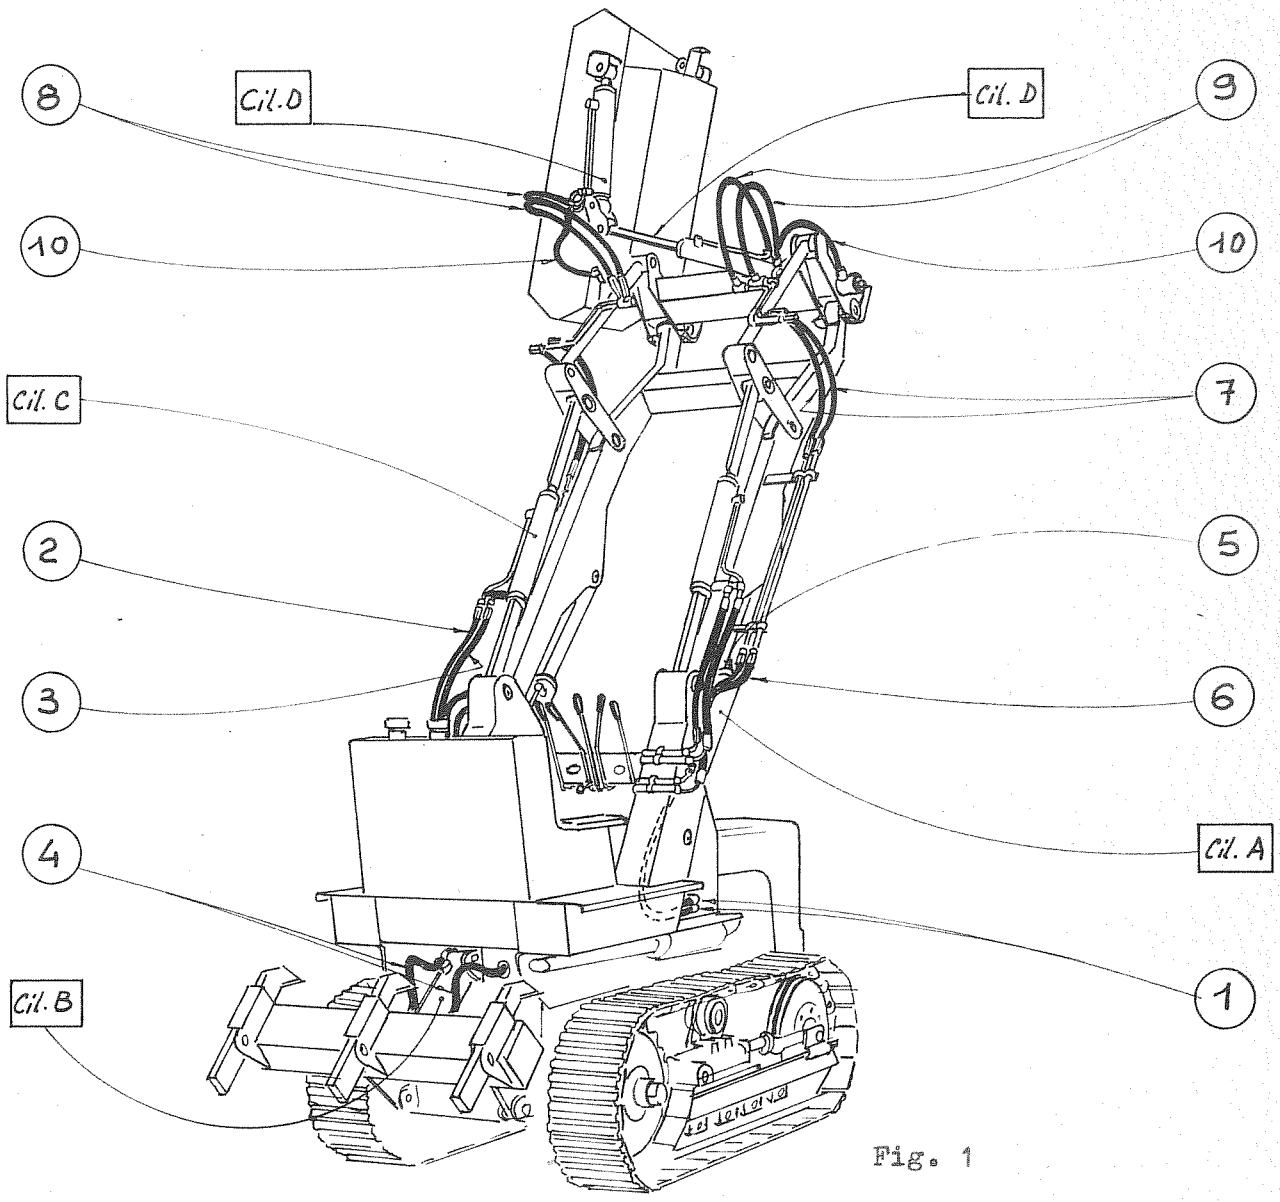

Fig. 1
c) Cilindri per sollevamento bracci (Cil.A fig.1 uno per parte)
- d) Cilindro per sollevamento ripper (Cil. B fig. 1 - uno)
- e) Cilindri per ribaltamento frontale (Cil. C fig. 1 -uno per parte)
- f) Cilindri per ribaltamento laterale des.e sin.(Cil.D fig.1 due)
- g) Tubazioni: (Vedi fig. 1)